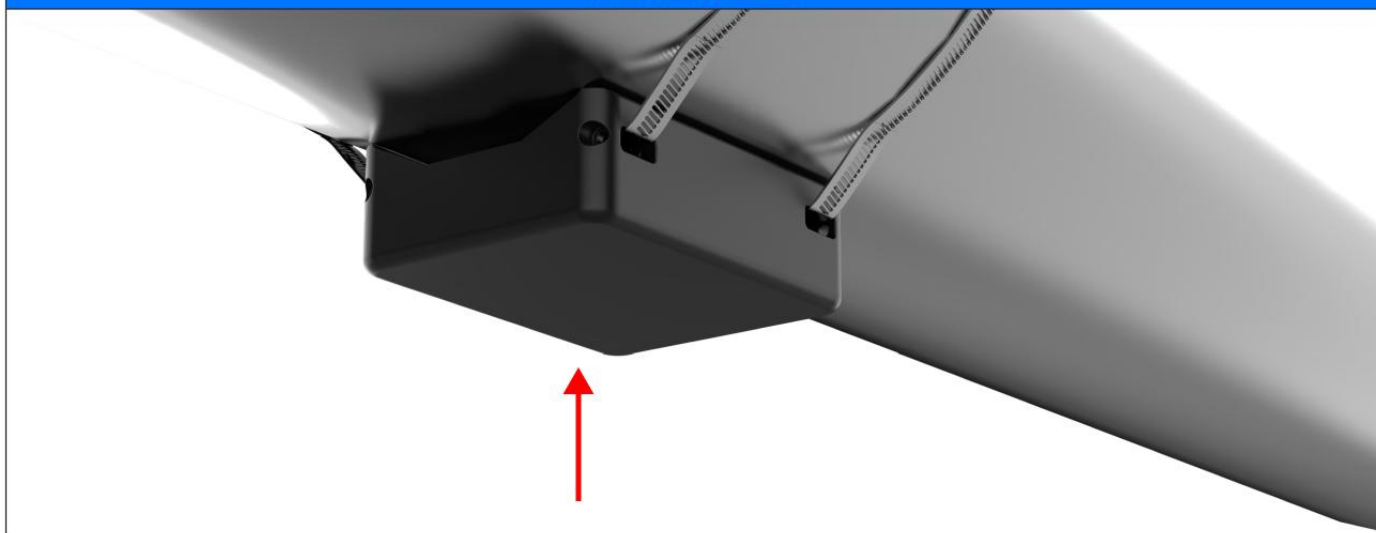

图3.31
1. 将配重放置在与发送器装置直接相对的轴下方，并使用长电缆扎带将配重和发送器临时固定到位，如图3.31。